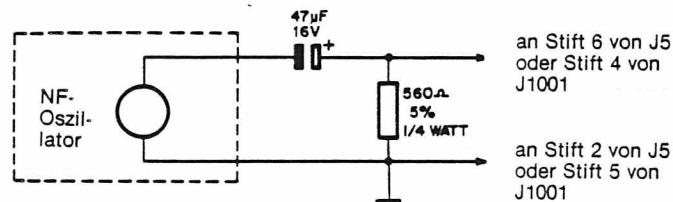

Abbildung 1
2. An die Mikrofonbuchse wird ein NF-Generator angeschlossen, wie in Abbildung 1 gezeigt. Der Generator soll eine Tonfrequenz von 1000 Hz bei einer Amplitude von 800 mV eff. abgeben.